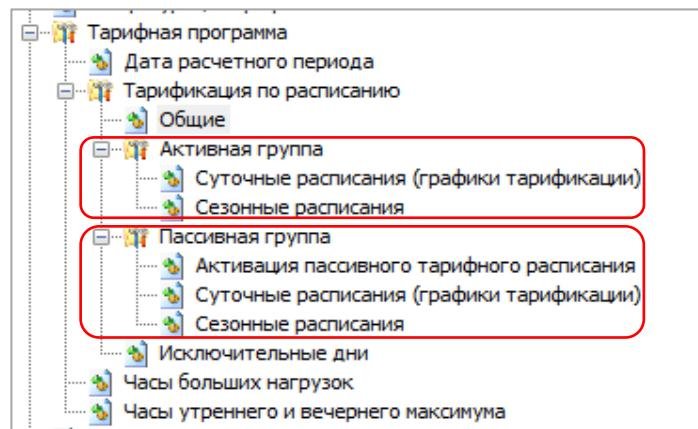

Рисунок 100
- 32 суточных расписаний переключения тарифа, в каждом до 16 точек переключения тарифа (см. рисунок 100). Одна точка переключения тарифа содержит: время начала действия тарифа (ч:мм) и тариф (т) (рисунок 102); Порядок задания тарифов – произвольный. Если переключение не используется, то в соответствующих полях необходимо установить значение: время – 00:00, тариф – нет;
- 12 сезонных недельных расписания (см. рисунок 100). Каждое содержит: дату начала действия расписания (дд.мм) и номер суточного расписания переключения тарифов для каждого дня недели (пн, вт, ср, чт, пт, сб, вс) от 1 до 32 (рисунок 103). Если сезонное недельное расписание надо отключить, то в графе «Использовать» задается «-», в противном случае «+»;
Исключительные дни (48 штук)22 применяются сразу после записи (см. рисунок 100). Каждый исключительный день содержит, месяц год и номер суточного расписания переключения тарифа от 1 до 32 (см. рисунок 104). Если исключительный день не используется, то в графе «Использовать» задается «-», в противном случае «+».